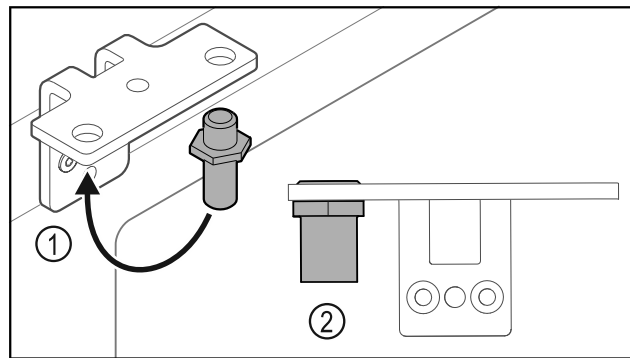

Fig. 30
- Ktheni bulonin Fig. 30 (1) në profilin e menteshës në anën tjetër.
- Shtrengoni bulonin Fig. 30 (2) me momentin e rrotullimit prej 12 Nm.